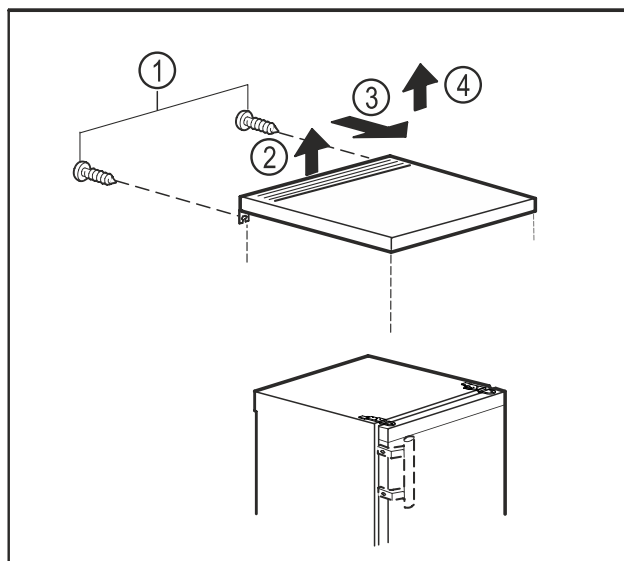

Fig. 10
- Rimuovere le viti sul retro. Fig. 10 (1)
- Sollevare il piano del tavolo dal retro. Fig. 10 (2)
- Spostare il piano del tavolo in avanti. Fig. 10 (3)
- Sollevare e prelevare il piano del tavolo. Fig. 10 (4)